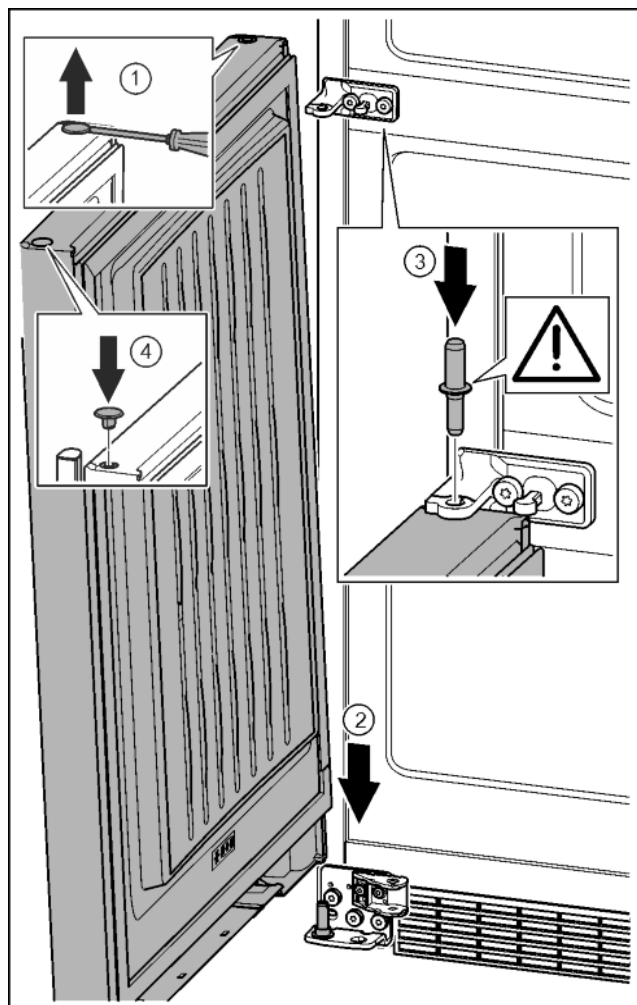

Fig. 35
- ▶ Zatyczkę ostrożnie podważyć przy pomocy śrubokręta i wyjąć. Fig. 35 (1)
- ▶ Założyć drzwi od góry na dolny sworzeń zawiasu. Fig. 35 (2)
- ▶ Przełożyć środkowy sworzeń zawiasu przez środkową płytkę zawiasu, wkładając go w dolne drzwi. Przy tym zwrócić uwagę, by krzywka zatrzaskowa wskazywała do tyłu. Fig. 35 (3)
- ▶ Zatyczkę założyć ponownie z drugiej strony drzwi. Fig. 35 (4)